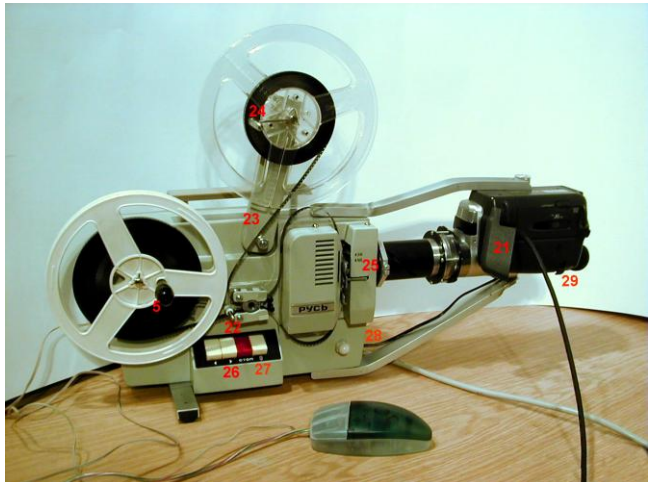

Bild 2: Aufgebaute Einrichtung, mit eingelegtem Film
3. Die Hauptwelle (72) des Projektors auf Stellung 4 auf der Skala an der Stirnseite drehen, damit der Transporteur sicher außer Eingriff ist.
4. Die Tasten »Lampe ein« (27) und »Rücklauf« (93) drücken. Die Taste »Rücklauf« bewirkt, dass die Lampe leuchtet, obwohl der Filmendefühlhebel unten steht.
5. Entlastungskulisse (91) nach hinten klappen. Sie greift in den Handgriff der Filmandruckplatte ein und entlastet den Film in der Filmbahn, ohne dass der Film die Seitenführungselemente verlässt. Der Film kann nun leicht durch den Filmschlitz gezogen werden.
8. Film nun wieder unter die Rolle des Filmendefühlhebels legen, in die Filmtransportrolle und die Filmführungshebel einlegen wie oben beschrieben und in Bild 2 zu sehen.